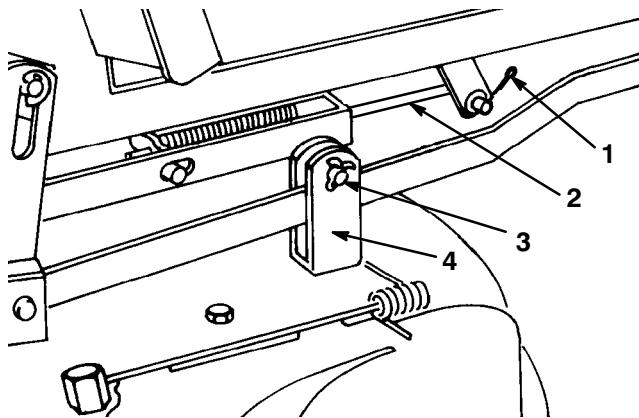

Bild 37
- Entfernen Sie den Splint aus der Einstellstange und ziehen diese vom Gelenkrohrarm ab (Bild 37).
- Entfernen Sie den Splint von der Einstellstange (Bild 37).